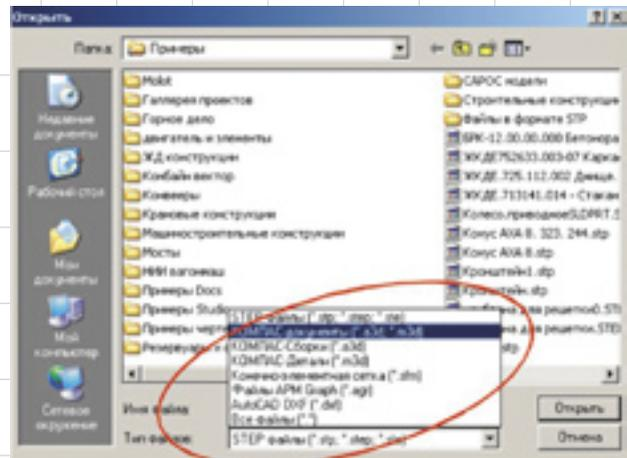
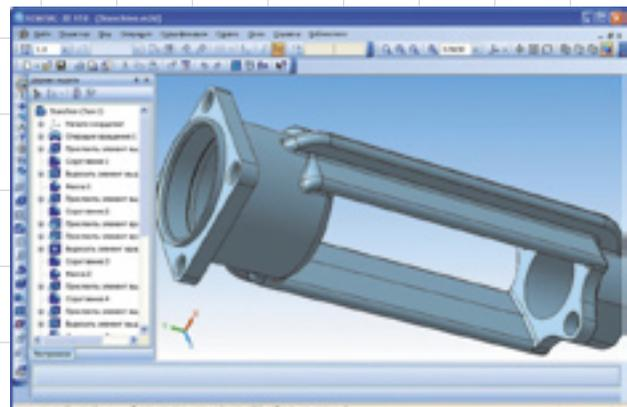

Рис. 3
Рис. 4
- из APM Studio FEM, используя функцию импортирования, если модель ранее была сохранена в формате КОМПАС-3D (рис. 3). Закрепление и нагружение модели может происходить произвольным образом как силовыми, так и термическими воздействиями непосредственно в окне редактора APM Studio FEM (рис. 4 и 5).